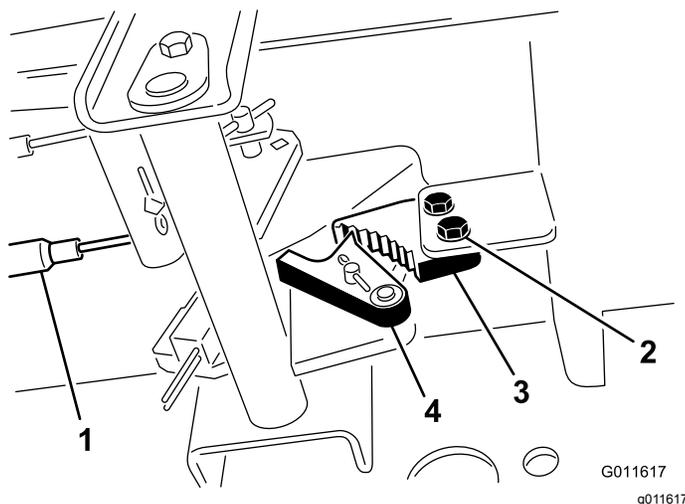

Рисунок 86
1. Ослабьте два винта крепления защелки стояночного тормоза к раме (Рисунок 86).
2. Нажмите педаль тормоза вперед, пока углубление тормоза не войдет полностью в зацепление с защелкой тормоза (Рисунок 86).